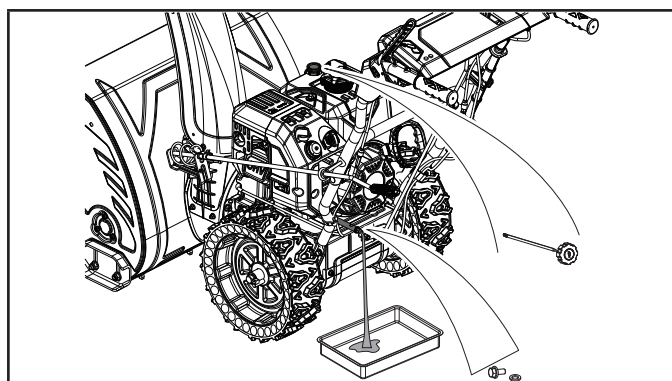

Figure 25
3. Retirez le boulon de vidange et videz l'huile dans le bidon en inclinant légèrement le moteur afin que l'huile s'écoule (fig. 25).